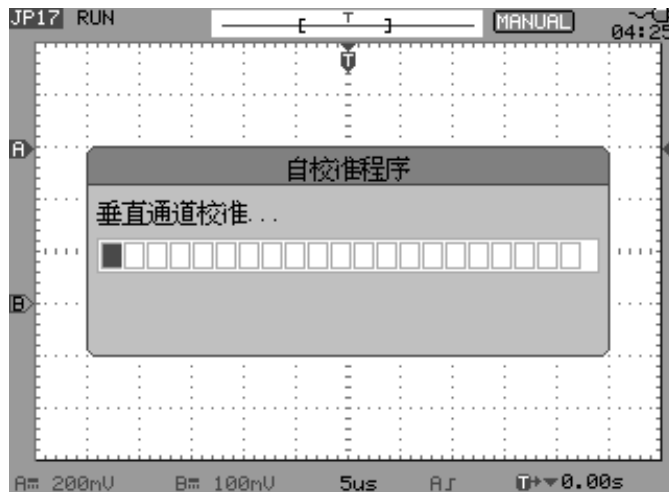

图 2-66 正在进行自校准
- 4、接下来器将进行自校准过程。屏幕上将会显示如下图 2-66 所示画面: